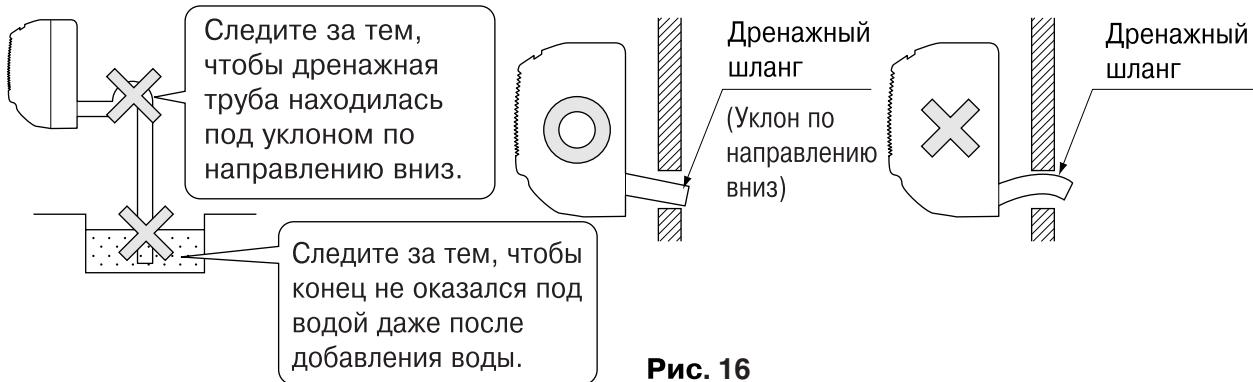

Рис. 16
(1) Установите дренажный трубопровод. (См. рис. 16)